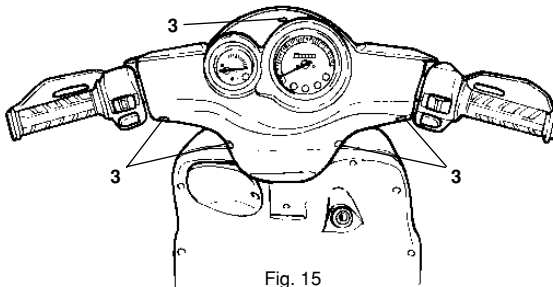
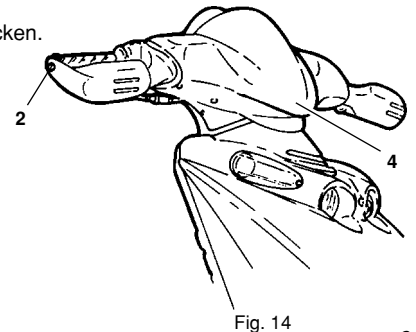

Fig. 15
Fig. 14
- Die Schrauben (Handschutzbefestigung) (2 - Fig. 14) seitlich an den Handgriffen entfernen.
- Die Schrauben (3 - Fig. 15) abschrauben und die Lenkerverkleidung (4 - Fig. 14) zusammen mit dem Handschutz abnehmen.